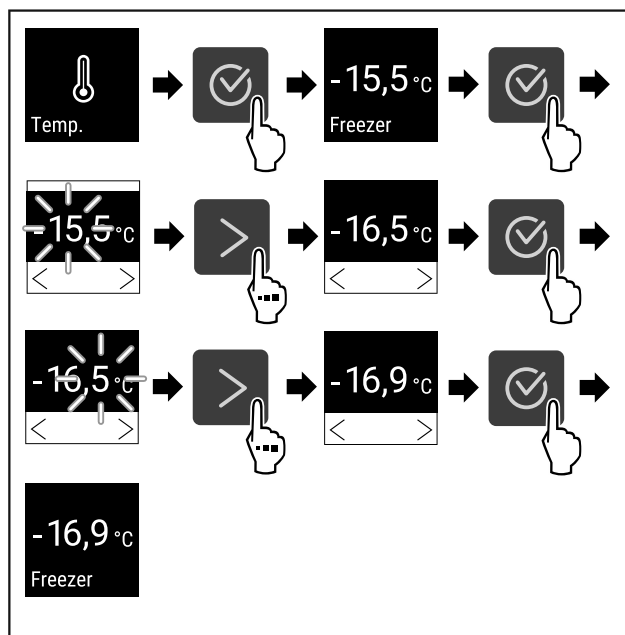

Fig. 66 Temperaturwechsel von -15,5°C auf -16,9°C
▶ Handlungsschritte (siehe Fig. 66) durchführen.